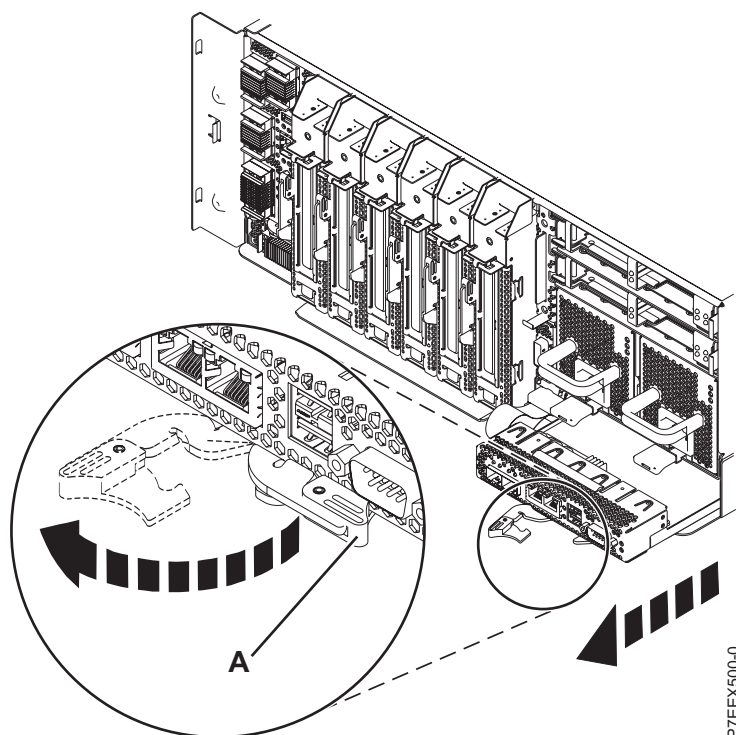

Figura 1. Removendo uma Placa Multifuncional Integrada para 8248-L4T, 8408-E8D ou 9109-RMD
5. Localize a placa multifuncional integrada que deseja remover conforme mostrado na Figura 1 na página 4.